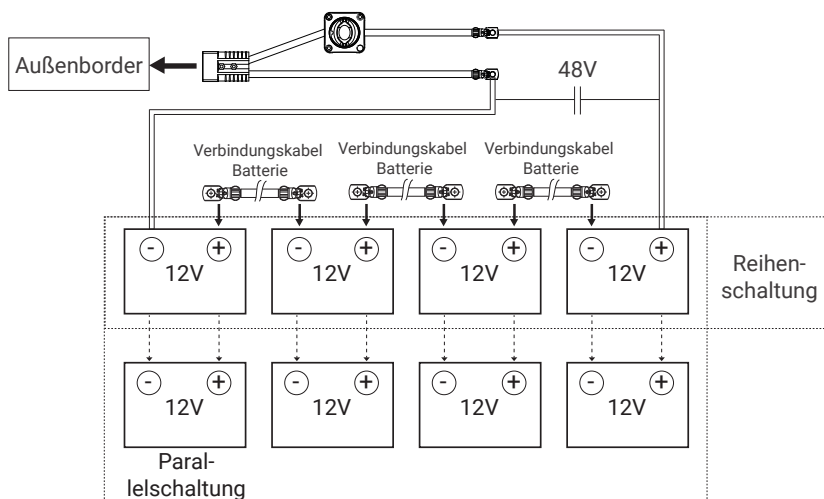

Abb. 4-3
Wie in Abbildung 4-3 dargestellt, vier 12-V-Batterien mit Verbindungskabeln in Reihe schalten. Dadurch einen 48-V-Batteriesatz für die Spannungsversorgung des Navy Evo Außenborders herstellen. Das mit + bezeichnete Verbindungskabel des Hauptschalters muss an den Pluspol der Batterie angeschlossen werden. Das zweite Kabel mit dem Minuspol der Batterie verbinden.
- ⚠️ Die Polarität darf niemals vertauscht werden. Bei der Reihen- oder Parallelschaltung der Batterien besondere Vorsicht wahren. Nach der Arbeit die Schaltung noch einmal gemäß Abbildung 4-3 kontrollieren.